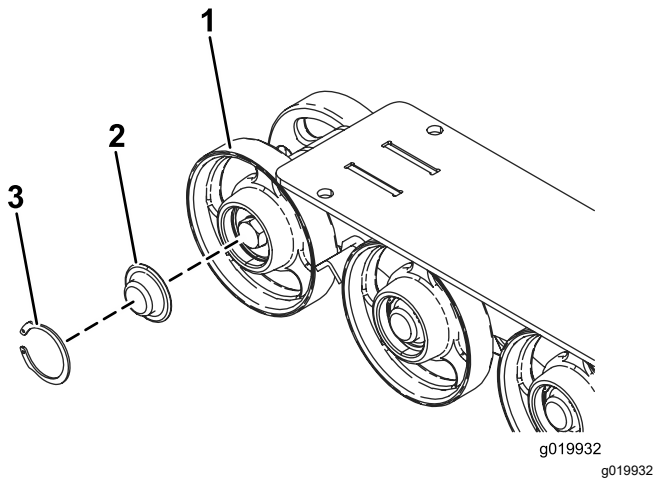

Figura 49
5. Retire la anilla a presión y el tapón de una de las ruedas de rodaje (Figura 49).
6. Compruebe la grasa que hay debajo del tapón y alrededor de la junta (Figura 49). Si está sucia, tiene arenilla o queda poca grasa, elimine toda la grasa, cambie la junta y añada grasa nueva.
8. Coloque el tapón engrasado sobre la cabeza del perno (Figura 49).
9. Sujete el tapón de la rueda de rodaje con la anilla a presión (Figura 49).